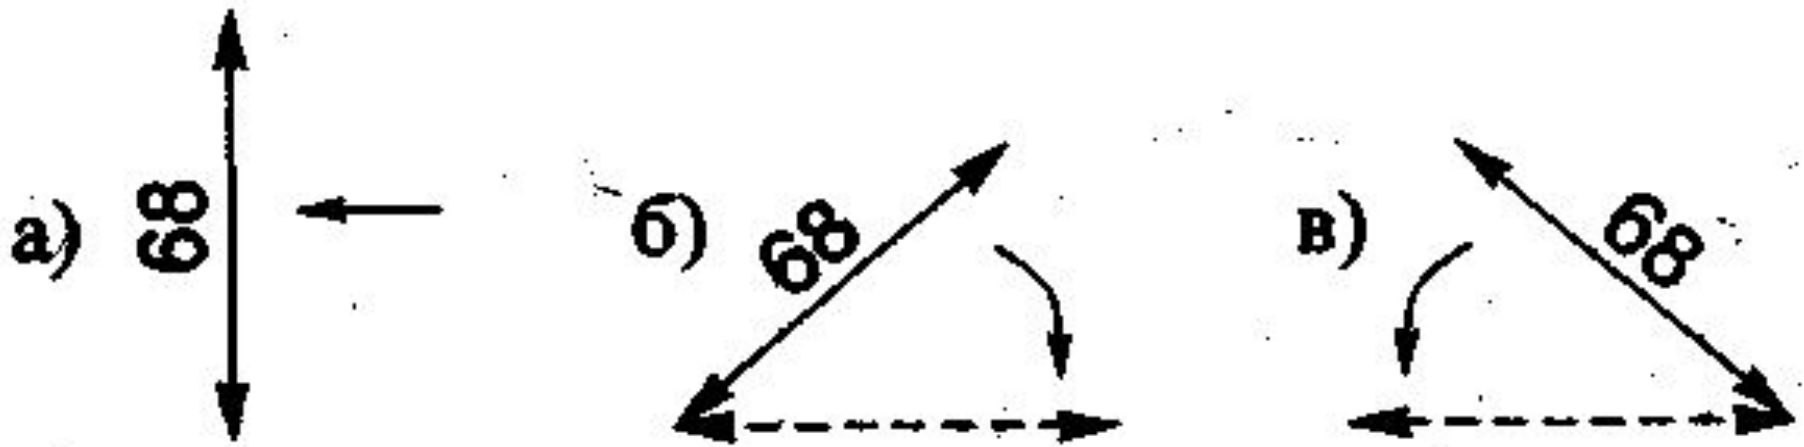

Рис. 6
- Размерные числа линейных размеров наносят в соответствии с положением размерных линий, как показано на рис. 6. Если размерная линия вертикальная, то размерное число ставят справа (рис. 6а). На наклонных размерных линиях цифры пишут так, чтобы они оказались в удобном для чтения положении, если дать размерной линии "упасть" в горизонтальное положение, как это указано стрелками на рис. 6 а, б, в.